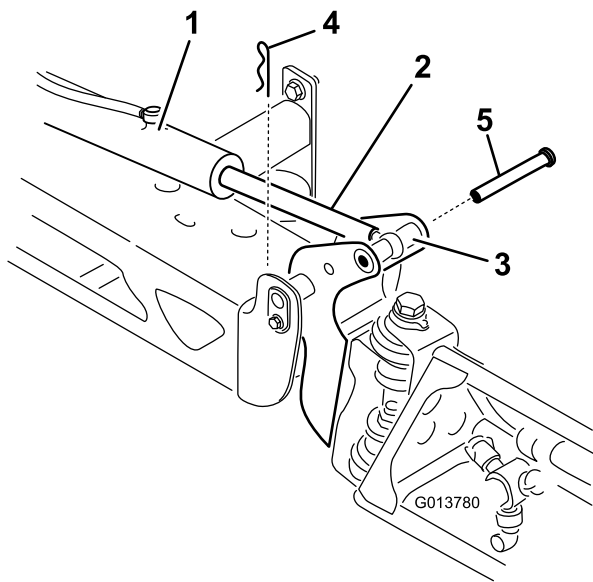

Bild 74
2. Nehmen Sie den Splint vom Lagerbolzen ab (**Bild 74**).
3. Heben Sie den Ausleger an und entfernen Sie den Stift (Bild 74). Senken Sie den Ausleger langsam auf den Boden ab.
8. Heben Sie den Ausleger an, um das Scharnier mit der Aktuatorstange auszufluchten. Halten Sie den Ausleger fest und stecken Sie den Stift durch das Auslegerscharnier und die Aktuatorstange (Bild 74).